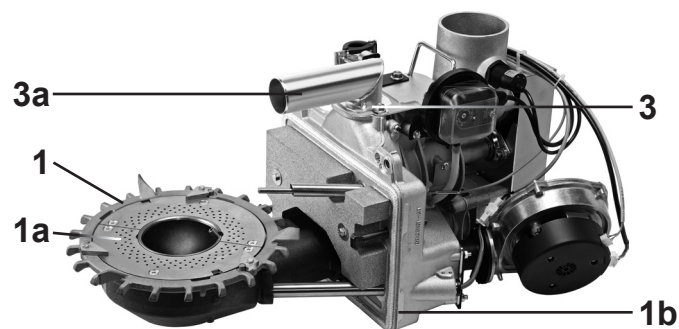

Fig. 09
1. Togliere l'anello di estrazione ceneri (1, Fig. 09) dal braciere (1a) per introdurre più facilmente il bruciatore (1c).
3. Allentare entrambe le viti (3, Fig. 09) del bocchettone dell'aria secondaria (3a) ed **estrarre il bocchettone dell'aria secondaria** per introdurre più facilmente il bruciatore nel basamento.